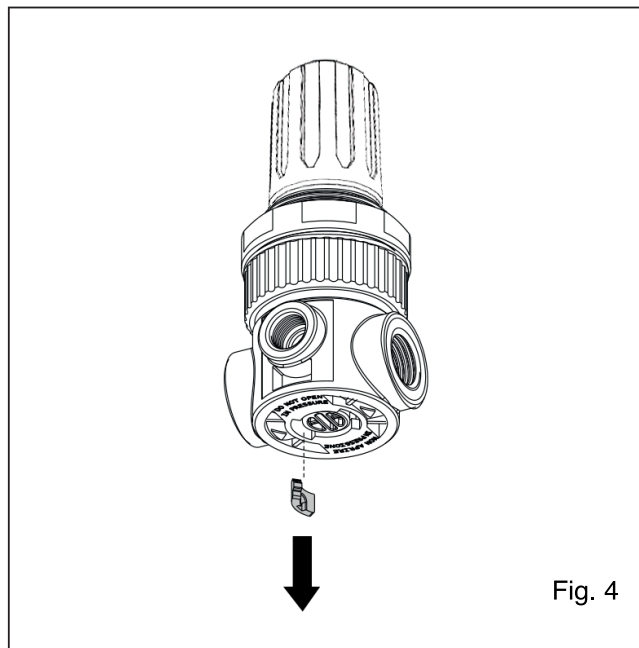

Fig. 4
- 1) Die Verriegelung entfernen (Abb.4);
- 1) 去除安全齿 (图4)
- 1) Снимите стопорный зуб (рис. 4);